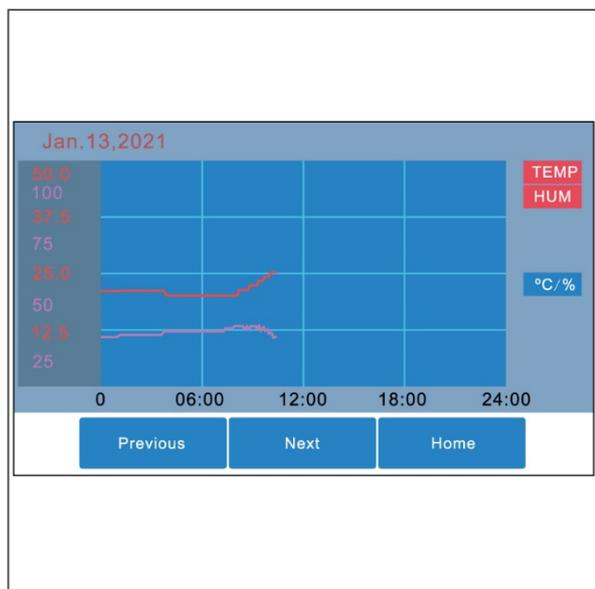

Abbildung 17
2. Die TEMP/HUM-Übersicht wird angezeigt (Abbildung 17).